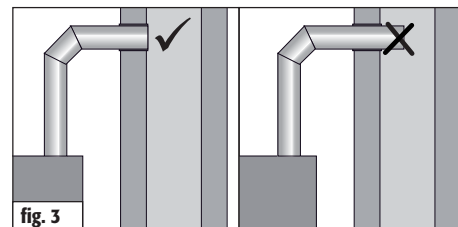

fig. 3
**Il canale da fumo deve essere perfettamente ermetico nel punto d'ingresso nel comignolo e non deve essere penetrare all'interno del comignolo per non pregiudicare il tiraggio del fumo (fig. 3).**